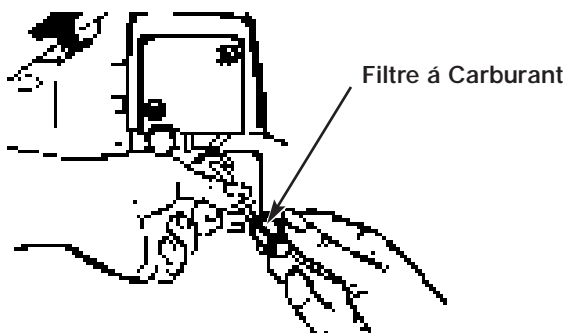

Fig. 24
2. Tirer avec un mouvement rotatif (Fig. 24).